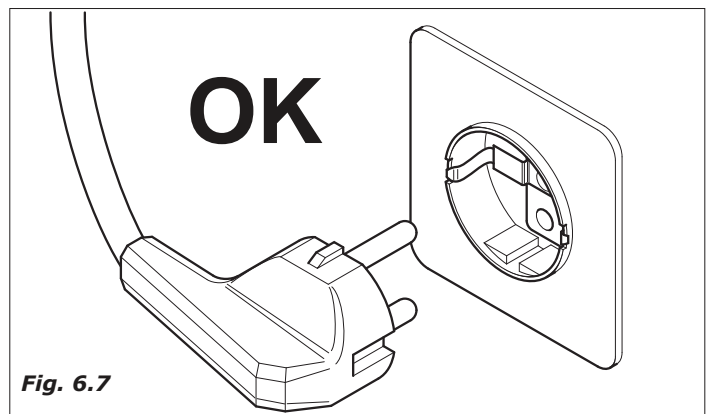

Fig. 6.7
- Le distributeur est fourni avec un câble d'alimentation H 05 VV - F 3 x 1.5 mm2 avec prise SCHUKO (figure 6.7).